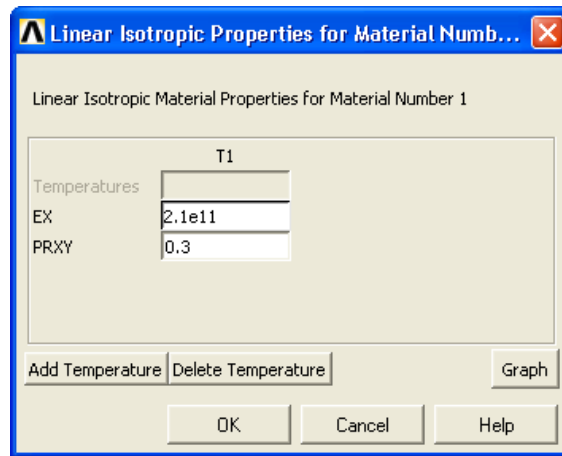

Figura 11. Propiedades de un material elástico lineal isótropo.
En la parte de la derecha seleccionamos el modelo de material “Structural Linear Elastic Isotropic” (haciendo doble clic en cada una de las opciones) y aparece la ventana de la Figura 11 donde introduciremos el módulo de Young (EX) y el coeficiente de Poisson (PRXY). Para terminar hacemos clic en OK y cerramos la ventana de definición de modelos de comportamiento de los materiales.